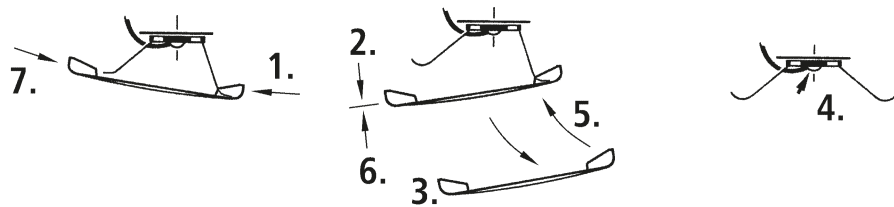

Fig. 10
4. Kohlebürstenwechsel: Lokgehäuse abnehmen (Fig. 5). Danach wird der Motor ausgebaut und die Kohlebürsten ausgewechselt (Fig. 10).
4. Carbon Brush Changing: First remove loco body (fig. 5), and then the motor (fig. 10).
4. Remplacement des balais du moteur: Démontez la caisse (voir fig. 4). Démontez ensuite le moteur et échangez le balais (fig. 10).